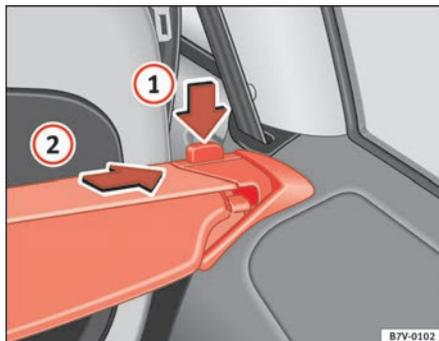

Fig. 114 Copertura vano bagagli: aggancio sul lato destro
- Premere il tasto di sblocco (con il copribagagliaio avvolto) ⇒ fig. 114 (1) nel senso della freccia e rimuovere verso l'alto il copribagagliaio dal supporto destro.
- Rimuovere il copribagagliaio dal supporto sinistro nel senso della freccia (2) ed estrarlo dal veicolo.